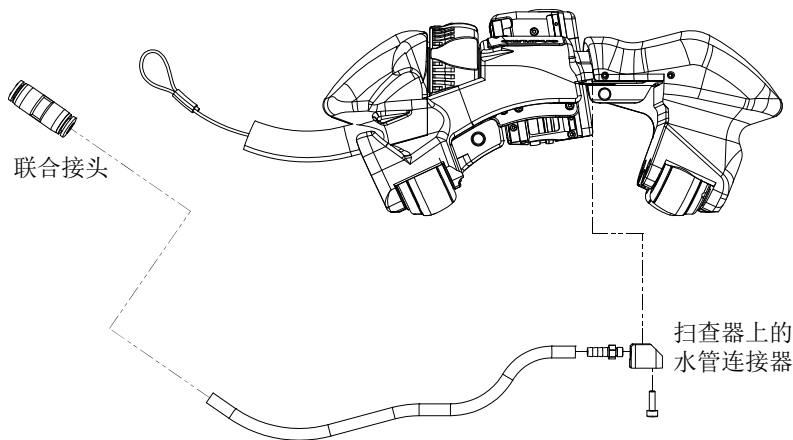

图 5-6 更换水管（图中显示拆卸时的状态）
1. 取下将水管连接器固定在扫查器上的螺钉（参见第49页的图 5-6）。